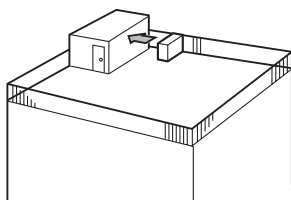

Fig. 2-3
- ① Vend luftløpet mot nærmeste tilgjengelig vegg, omtrent 50 cm unna veggen. (Fig. 2-3)